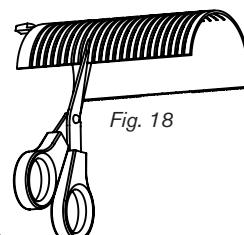

Fig. 18
- Découpez soigneusement l'insert le long de cette rainure à l'aide de ciseaux (fig. 18)